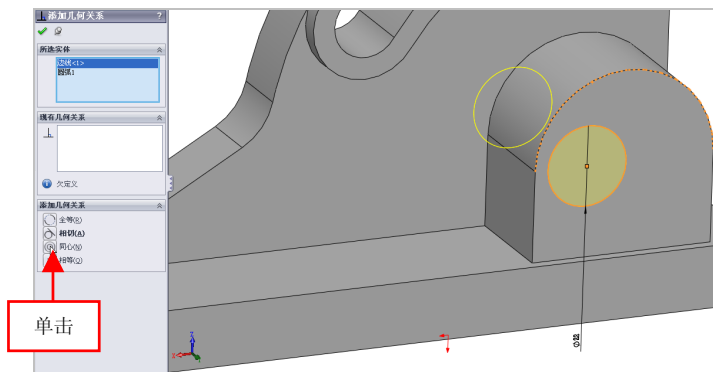

图 14-52 单击【同心】按钮
(9) 进入草图 7 编辑环境，单击【添加几何约束】按钮，弹出【添加几何约束】属性管理器，依次选择孔和合适圆弧对象，单击【同心】按钮，如图 14-52 所示。